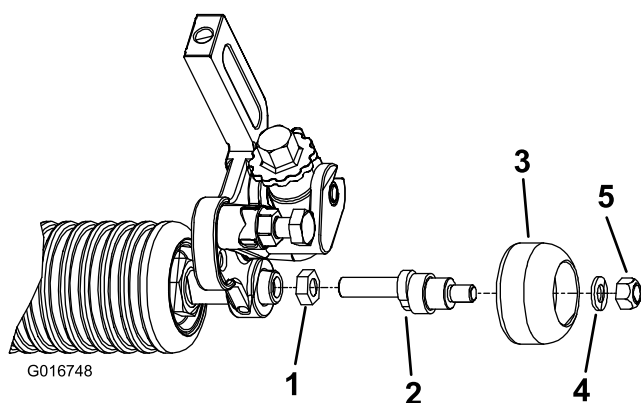

Figura 1
2. Enrosque a porca de bloqueio de deformação superior até ao fim na extremidade de rosca mais longa do eixo desviado (Figura 1). A extremidade deformada da porca de bloqueio entra em último lugar. Não aperte.
3. Aplique Blue Loctite nas roscas da extremidade de rosca mais longa do eixo desviado (Figura 1).
5. Insira o conjunto auxiliar do cilindro na outra extremidade do eixo desviado e prenda com uma anilha e porca de bloqueio (Figura 1).